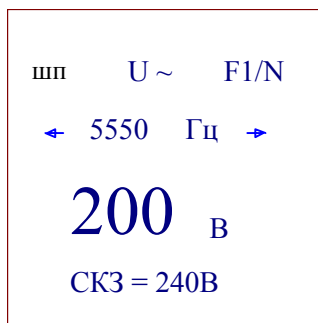

Рис.9. Окно измерений спектральных составляющих сигнала.
- При контроле гармонического сигнала содержащего N гармоник на экране ЖКИ высветится напряжение максимальной из измеренных гармоник (крупным шрифтом) и сообщения о номере текущей частоты (F1) и количестве частот в спектре (N) и о значении текущей частоты.
- Стрелки – подсказки указывают на кнопки клавиатуры. Вид информации на экране ЖКИ представлен на рис.9.